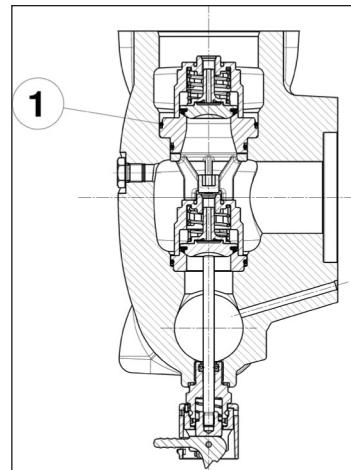

图 111
! 插入O形圈时请格外小心注意，应如 ①，图 111 所示。